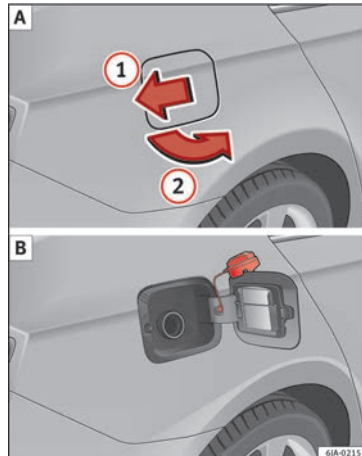

Abb. 202 Fahrzeugseite hinten rechts: Tankklappe / Tankklappe mit abgeschraubtem Verschluss
Auf der Innenseite der Tankklappe finden Sie die richtige Kraftstoffsorte für Ihr Fahrzeug sowie die Reifengröße und den Reifenfülldruck »» **Abb. 202** .
- Drücken Sie in Pfeilrichtung »» **Abb. 202** auf die Tankklappe.
- Tankverschluss links herum herausdrehen und oben auf die Tankklappe stecken »» **Abb. 202** .
»» **Abb. 202**.
»» **Abb. 202** **ⓑ**.